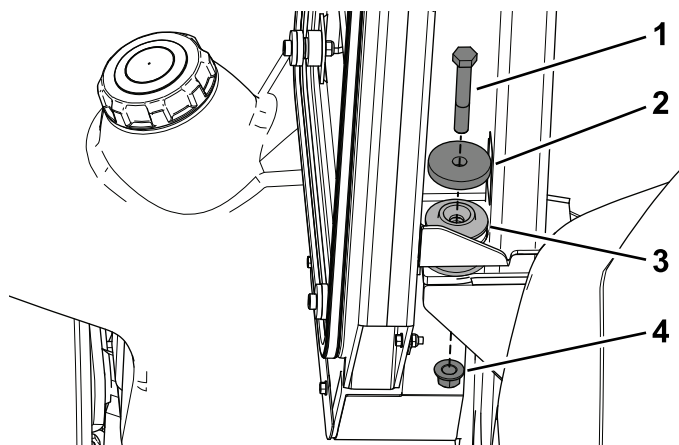

图24
3. 用螺栓（1/2 x 3-1/4 英寸）、垫圈（直径为 2-1/4 英寸）和锁紧螺母将驾驶室固定到机器后底座上（图24）。